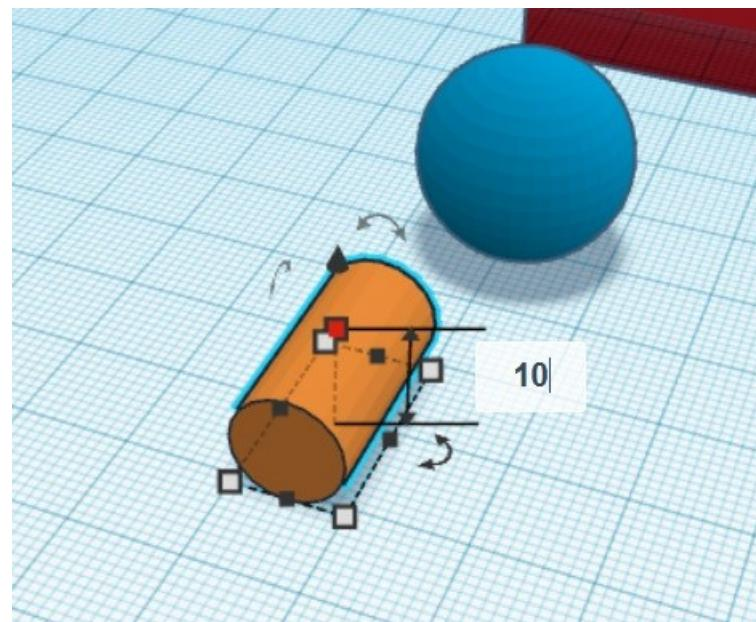

Abb. 4: *Größenskalierung des Zylinders*
4. Im nächsten Arbeitsschritt wird der Zylinder so skaliert, dass er deutlich schmäler als die Kugel ist. Damit der Zylinder seine Form beibehält, können in den Feldern mit den Größenwerten eigene, gleich große Werte eingegeben werden (Abb. 4).